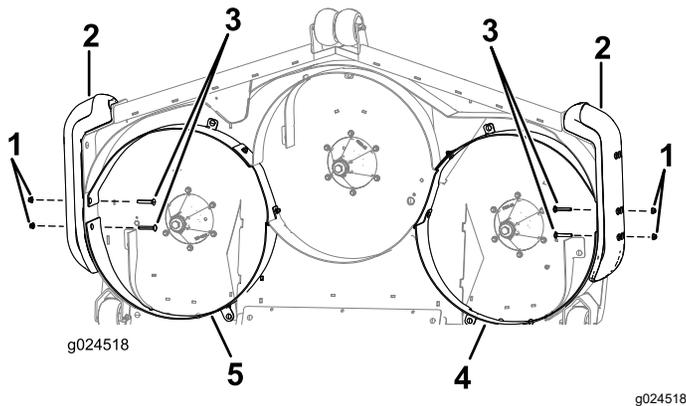

Figure 5
**Remarque:** Pour faciliter l'alignement des déflecteurs, insérez, mais ne serrez pas, les boulons de carrosserie (3/8" x 2 1/2") et les écrous à embase (3/8") par le côté des déflecteurs et du pare-chocs (Figure 5).
1. Insérez 2 boulons de carrosserie (3/8" x 2 1/2") de chaque côté dans les déflecteurs droit et gauche et dans les pare-chocs (Figure 5).
2. Bloquez les 2 boulons de carrosserie avec 2 écrous à embase (3/8") de chaque côté (Figure 5).